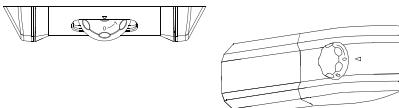

Fig.21
- Draai de knop naar de stand „0“ (fig. 21)